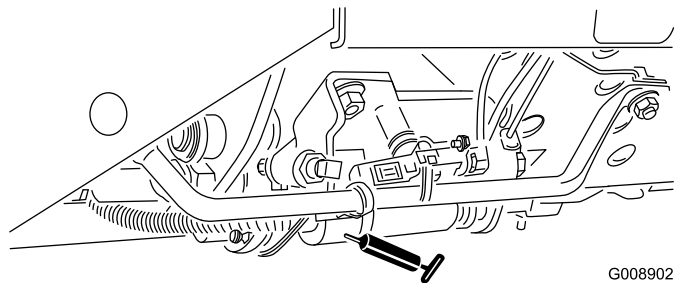

Figura 41
- Mando segar/transportar (Figura 41)